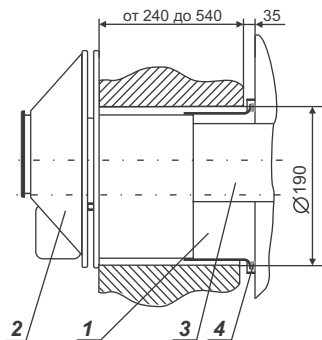

Рис. 5. Дымовоздушный блок котла мощностью 5 кВт
6.3.3. Для котла мощностью 5-7 кВт. Установить газоход наружный (п. 2, рис. 5) горизонтально в канале до упора с внешней плоскостью стены, совместив его с воздуховодом (п. 1, рис. 5), и зафиксировать деревянными клиньями. **Разрывы в соединениях не допускаются!**
Рис. 5а. Дымовоздушный блок котлов мощностью 7 кВт